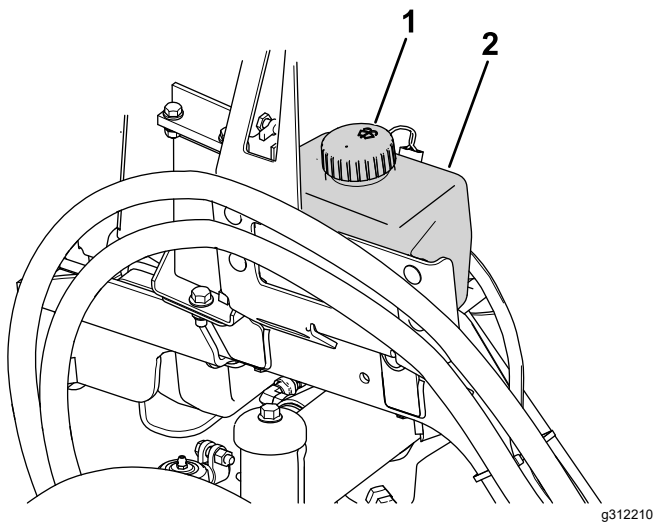

Рисунок 87
1. Снимите крышку бачка (Рисунок 87).